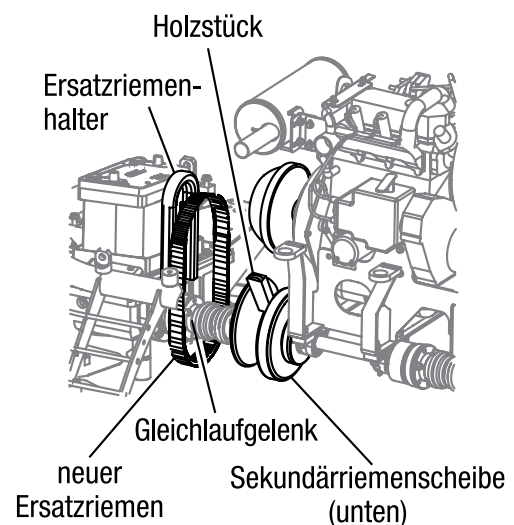

Abb. 20. Montage des Antriebsriemens
2. Die beiden Befestigungsschrauben des Ersatzriemenhalters lösen (Abb. 20). Dadurch kann der Riemen für die Montage frei bewegt werden. Eine Verunreinigung des Ersatzriemens durch Schmierfett oder Schmutz vermeiden.